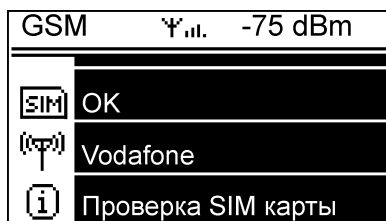

Рис. 5.6 Пример индикации состояния GSM модема на главной странице
5.6.3 Если в параметрах контроллера (P104, табл. 5.10) установлено подключение GSM модема для передачи данных, то в структуру главной страницы индикации добавится ещё один экран - «GSM» (рис. 5.6). Описание работы с GSM модемом в п.5.11.2.